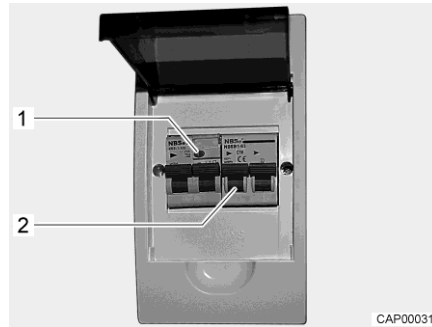

Bild 77 230-V-Sicherungskasten mit Leitungsschutzschalter und FI-Schalter
Ein Fehlerstrom-Schutzschalter (FI-Schalter) im Sicherungskasten sichert das gesamte Fahrzeug gegen Fehlerstrom (0,03 A) ab. Der nachgeschaltete Leitungsschutzschalter (10 A) (Bild 77,2) sichert das 230-V-Bordnetz ab.
- Wenn das Fahrzeug an die 230-V-Versorgung angeschlossen ist, die Prüftaste (Bild 77,1) drücken. Der Fehlerstrom-Schutzschalter muss auslösen.